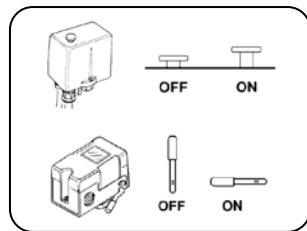

FIGURA 8.3
- Verifique o funcionamento do pressostato (Figura 8.3);